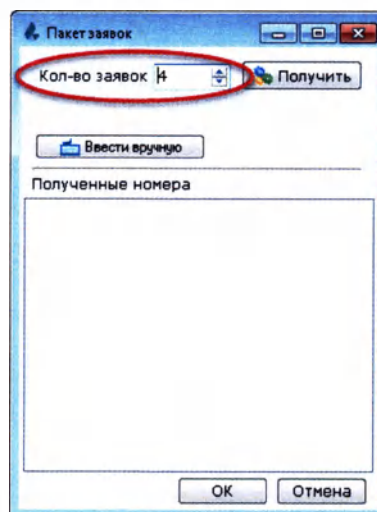

Рисунок 2.88
3. В открывшемся окне укажите требуемое число заявок (Рисунок 2.88):